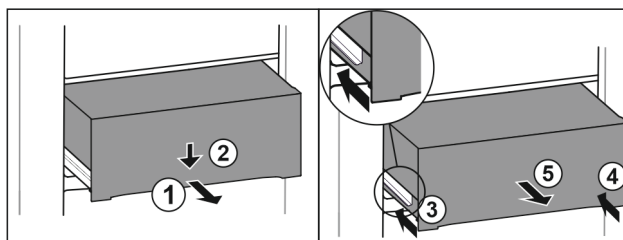

Fig. 144
- ▶ Wyciągnąć szufladę do połowy. Fig. 144 (1)
- ▶ Popchnąć szufladę z przodu w dół. Fig. 144 (2)
- ▶ Wsunąć lewą szynę o ok. 2 cm. Fig. 144 (3)
- ▶ Wsunąć prawą szynę o ok. 2 cm. Fig. 144 (4)
- ▶ Wyjąć szufladę do przodu. Fig. 144 (5)